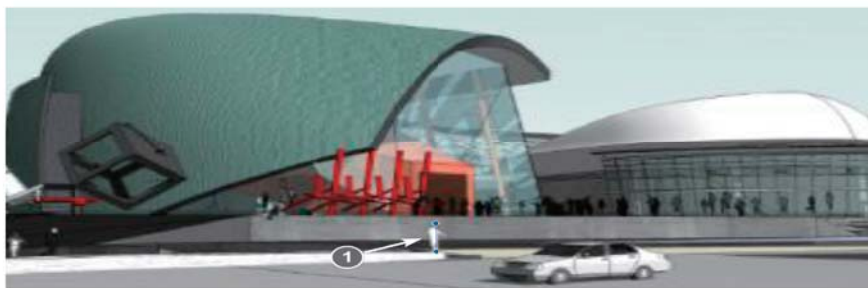

图 2.4.5 用小皮尺工具缩放参照物到合理尺寸
(2) 尽量放大图片，如图 2.4.5 ①所示，直至能够比较准确地用小皮尺工具量取人形的身高，从键盘输入男性的大致身高：1700mm，按 Enter 键并且确定改变模型整体大小后，两幅图片即可调整到接近真实的现场尺寸，估计误差在 1% ~ 2% 的范围内。